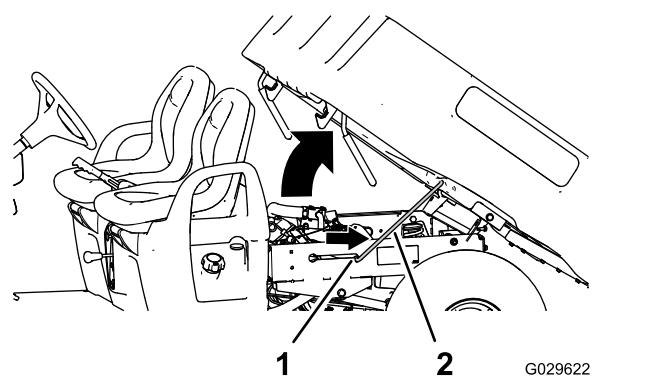

Figure 14
2. Engagez la béquille dans le cran de verrouillage pour bloquer le plateau en position (Figure 14).
2. Sortez la béquille du cran de verrouillage (Figure 14).
- Baissez le plateau jusqu'à ce qu'il se verrouille fermement en place (Figure 14).